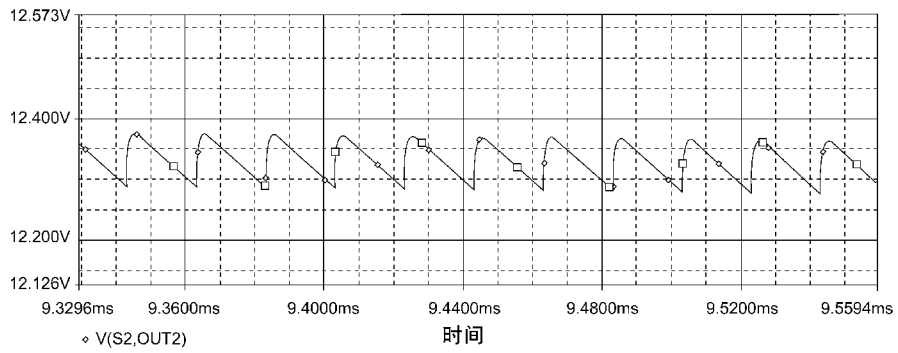
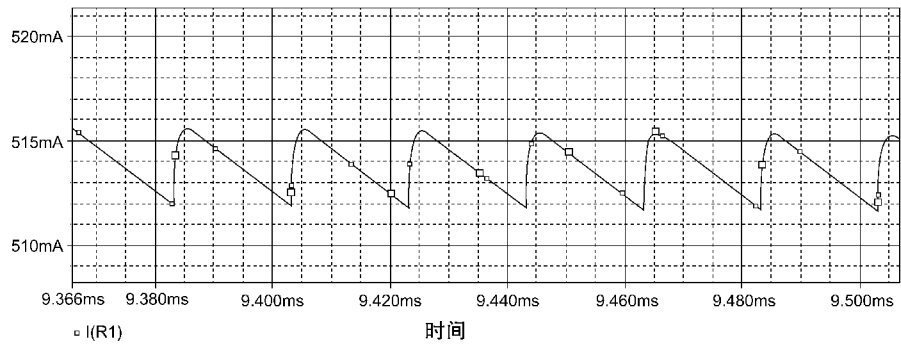

图 21.28 输出电压与设计指标相匹配
图 21.29 输出电流与设计指标相匹配
4. 从图 21.28 中可以看到输出电压大于 12V。设定最大占空为 45%，通过降低占空比可以减小输出电压。当占空比为 15% ( $T_{on}$  为  $3\mu\text{s}$ ) 时，输出电压减小至略高于 12V，纹波小于 100mV。从图 21.29 可以看出，通过电阻 R1 的电流刚刚超过 510mA，纹波电流小于 5mA。